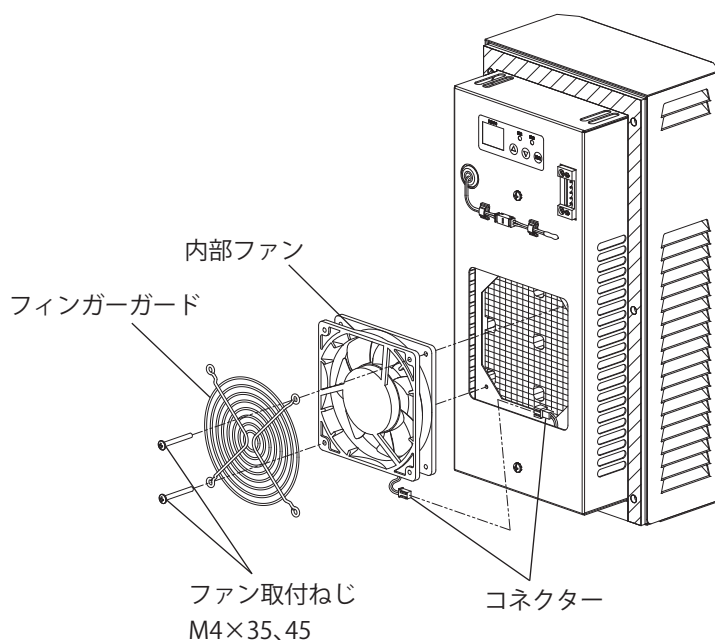

図 7 内部ファン交換方法
1. フィンガーガード、ファン取付ねじ M4×35、45 を外してください。（図 7）